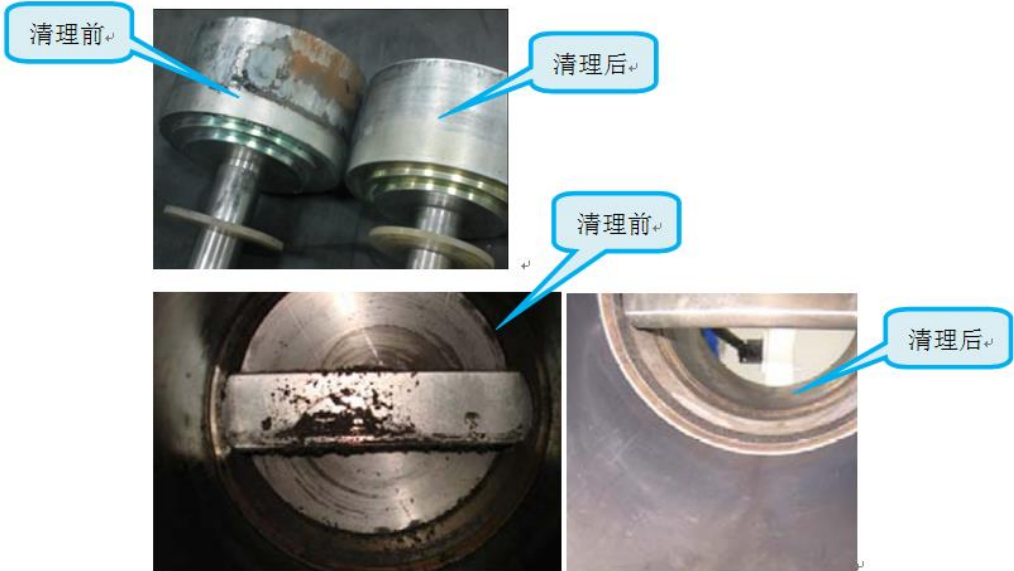

图 D-14
- 1) 用抹布清洁衔铁表面和壳体内部，再用干净的抹布擦一遍，见图 D-14；